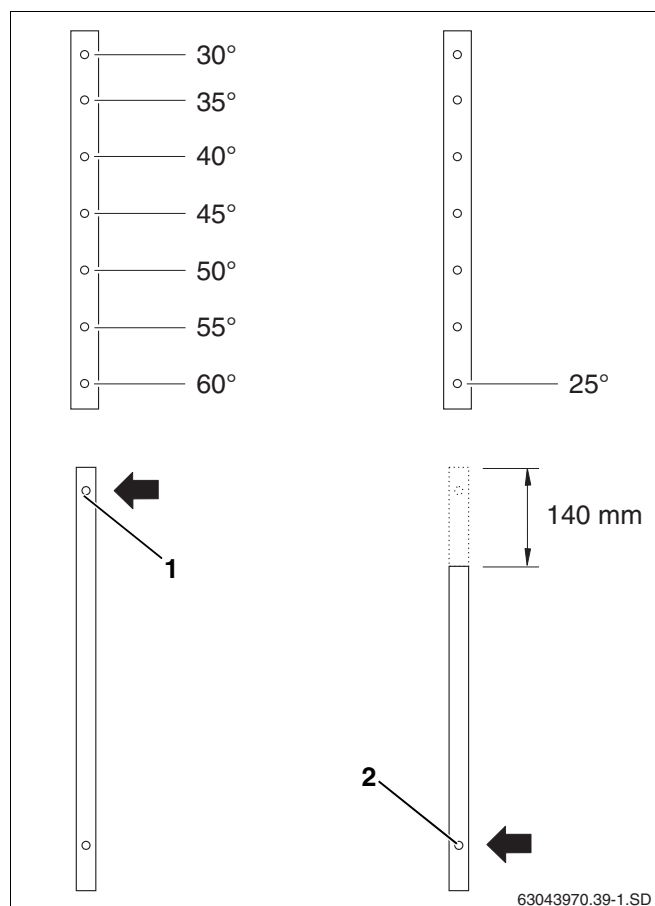
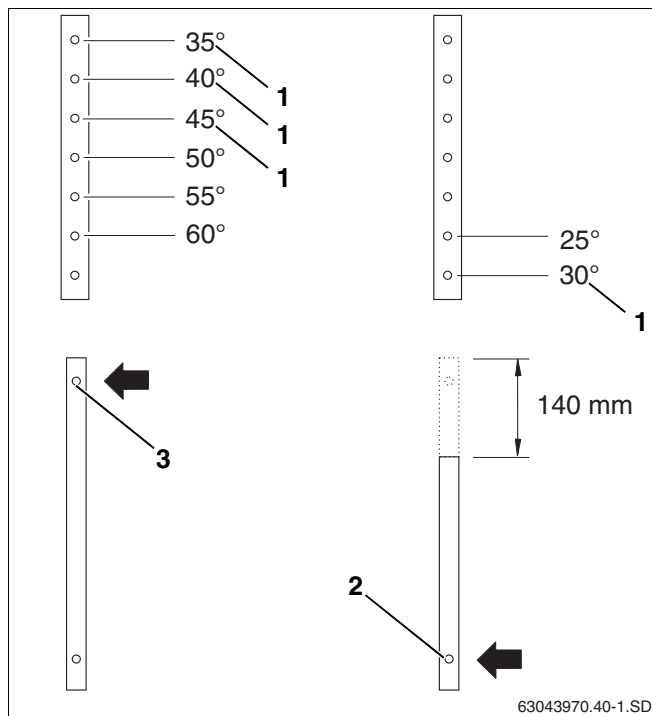

Fig. 12 Impostare l'angolo di inclinazione per i collettori verticali
Fig. 13 Impostazione dell'angolo di inclinazione per i collettori orizzontali
- Scegliere i fori delle guide telescopiche superiori e inferiori secondo fig. 12 e fig. 13.
In caso di montaggio verticale, per impostare un angolo di inclinazione del collettore compreso fra 30° e 60°, utilizzare il foro più in alto della guida telescopica inferiore (fig. 12, **pos. 1**).
Per ottenere un angolo di inclinazione di 25° è necessario accorciare la guida inferiore di 140 mm nella parte alta e utilizzare il foro inferiore (fig. 12, **pos. 2**).
In caso di montaggio orizzontale, per impostare un angolo di inclinazione del collettore compreso fra 35° e 60°, utilizzare il foro più in alto della guida telescopica inferiore (fig. 13, **pos. 3**).
Per ottenere un angolo di inclinazione di 25° e 30°, è necessario accorciare la guida inferiore di 140 mm nella parte alta e utilizzare il foro inferiore (fig. 13, **pos. 2**).
- Per il montaggio su facciata, possono essere utilizzate solo le posizioni relative agli angoli di inclinazione del collettore di 30°, 35°, 40° e 45° (fig. 13, **pos. 1**).